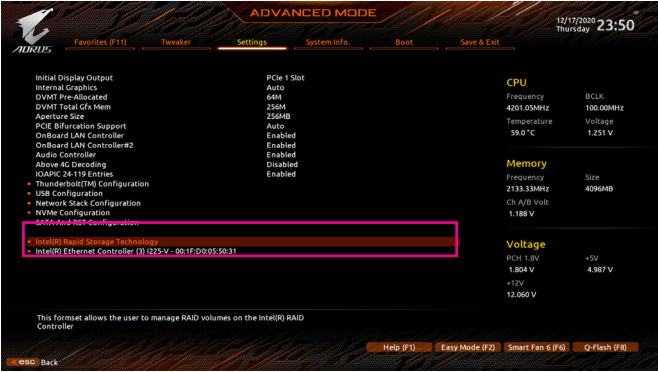

图2
重开机后，请进入BIOS程序设定画面，再进入「Settings\IO Ports\Intel(R) Rapid Storage Technology」子选单(图2)。